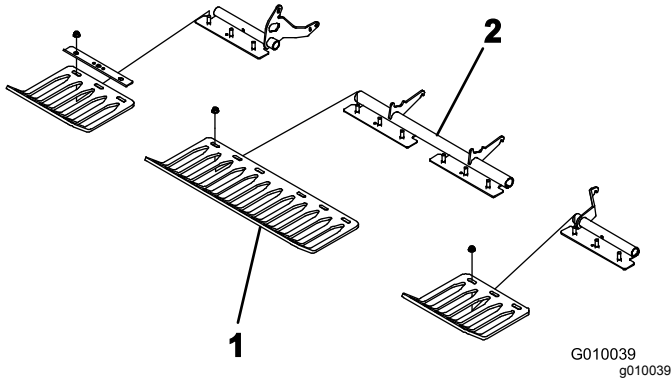

図 25
4. ターフガードブラケットにターフガード 4 本を仮止めする全部で 12 本のフランジナットを使用 図 25。この時点ではまた本締めしないこと。
注 ターフガード用クランプとフランジナットは、ターフガードブラケットに取り付けた状態で出荷されています 図 25。